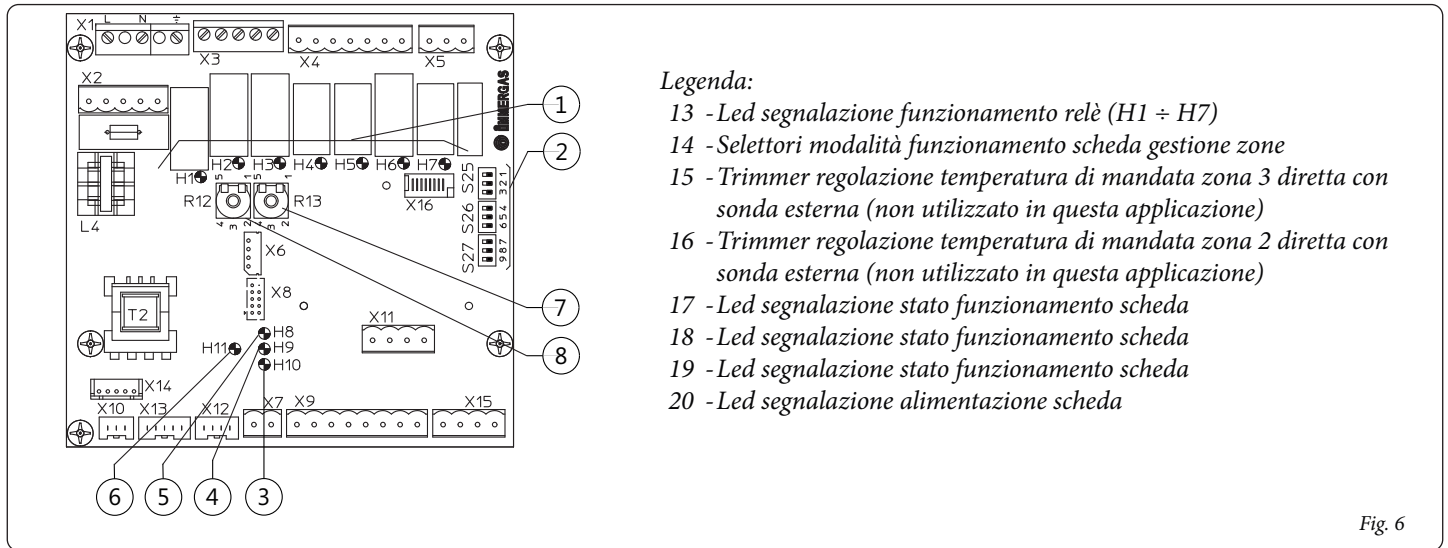
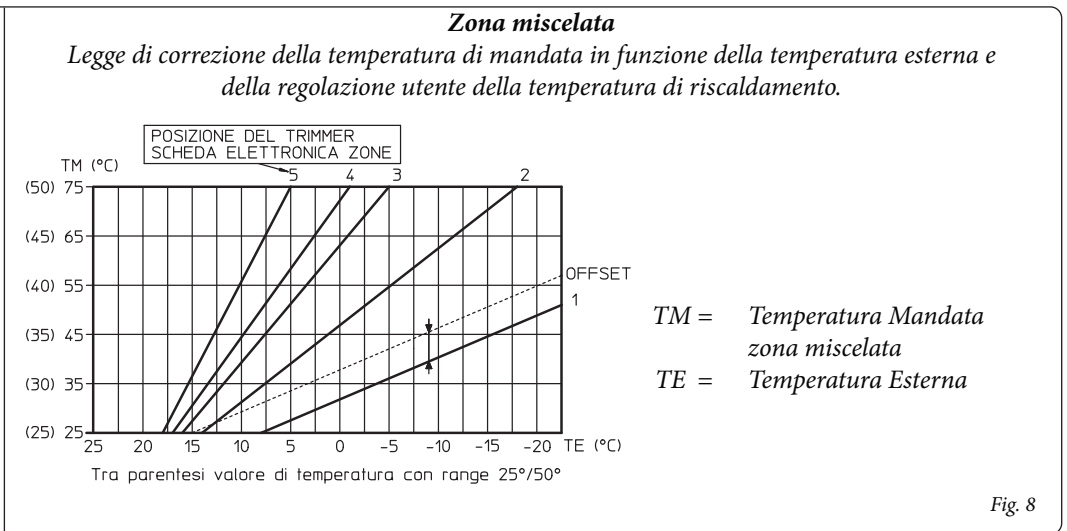

Fig. 6
Fig. 8
I led da 1 a 7 (13 Fig. 6) identificano l'accensione del relativo relè:
- **Controllo della zona miscelata.** La correlazione fra temperatura di mandata e temperatura esterna è determinata dalla posizione dei trimmer (15 - 16 Fig. 6) presenti sulla scheda a zone secondo la curva rappresentata nel diagramma (Fig. 8).